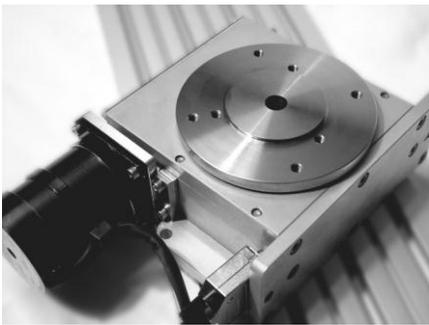

Abb. 41: Drehachse (Beispiel)
- Die Drehachse (Abb. 41) stellt die vierte Achse der Maschine dar und wird z. B. für den Drehtisch eingesetzt.